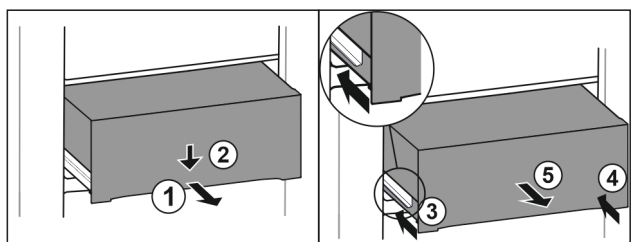

Fig. 91
- Extraiga el cajón hasta la mitad. Fig. 91 (1)
- Presionar hacia abajo el cajón de la parte delantera. Fig. 91 (2)
- Introducir el carril izquierdo unos 2 cm. Fig. 91 (3)
- Introducir el carril derecho unos 2 cm. Fig. 91 (4)
- Extraiga el cajón hacia delante. Fig. 91 (5)